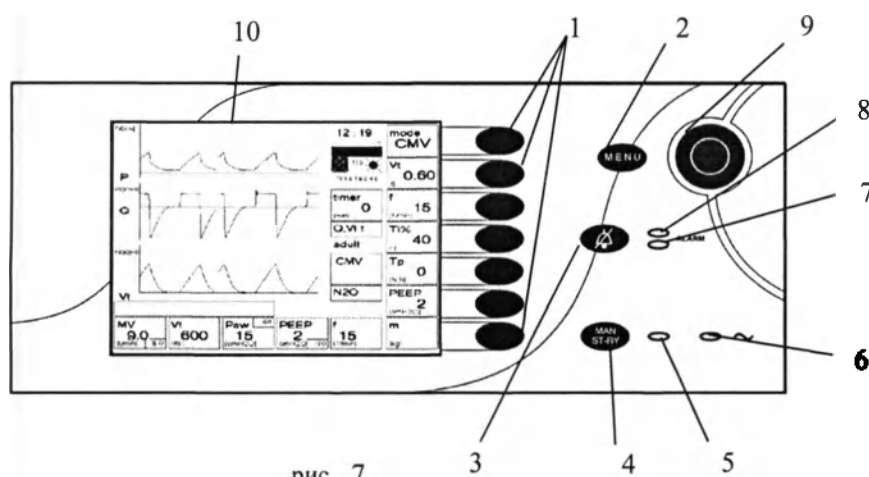

рис. 7
Панель управления вентилятора - рис. 7 состоит из следующих управляющих элементов для программирования работы вентилятора:
- чувствительности ассистора «Ftrig» (л/мин) /7/, нажав кнопку «MENU» /2/, рис. 7/